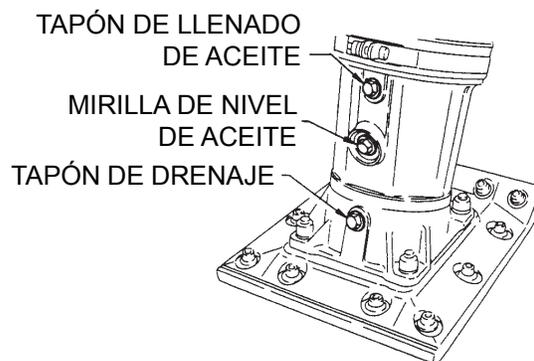

Figura 15. Tapón de drenaje del alojamiento de la zapata
- Drene el depósito de aceite en el alojamiento de la zapata (Figura 15). Rellene con aproximadamente 1,7 pintas (800 cc) de aceite de motor 10W-30. El aceite debe estar a la mitad de la mirilla. El aceite inicial debe cambiarse después de las primeras 50 horas.